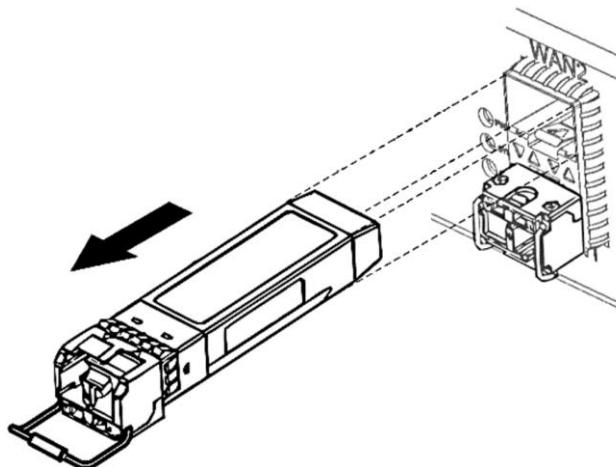

Рисунок 30 – Извлечение SFP-трансивера из слота
- извлеките трансивер из слота (Рисунок 30).